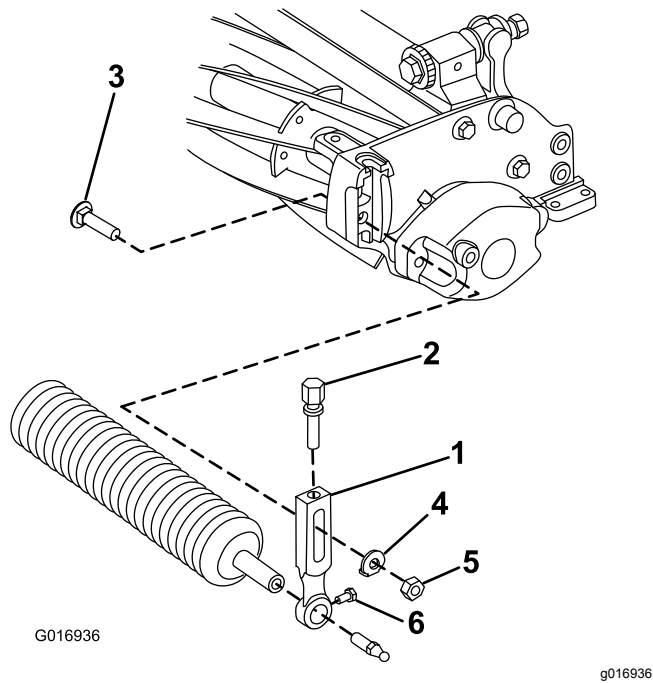

图3
- 卸下将其中一个剪草高度臂固定至滚刀组侧板的防松螺栓、垫圈及凸缘螺母图3。
- 旋松剪草高度臂上的滚筒安装螺丝图3。
- 将滚筒轴滑入滚刀组另一端上的剪草高度臂中图3。
- 将剪草高度臂滑到滚筒轴上图3。
- 用之前卸下的剪草高度臂和紧固件将滚筒松松地固定到滚刀组上图3。
- 拧紧滚筒安装螺丝图3。